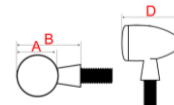

Fig. 1
- 1 Paar Rück-, Bremslicht, Blinker (Fig. 1)